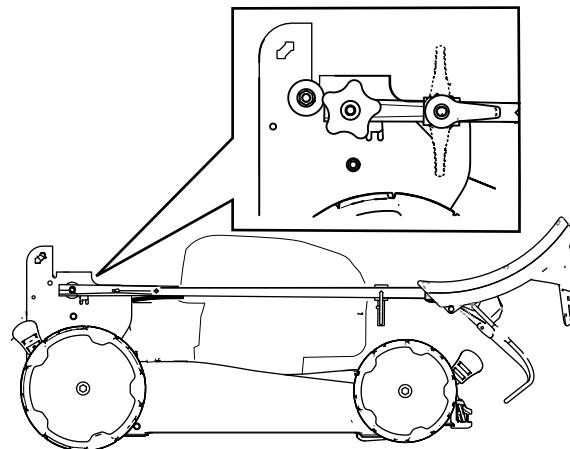

**Bild 21**
1. Entfernen Sie den Taster für Elektrostart (Bild 21).